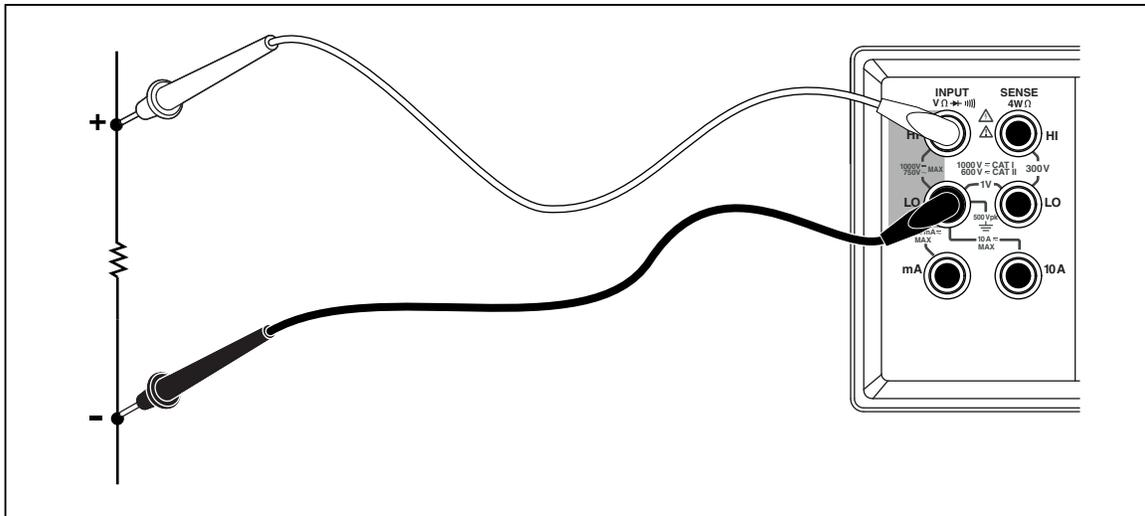

図 3-5. 2線式抵抗測定
1. 図3-5に示すように被測定抵抗（回路）にテスト・リードを接続します。